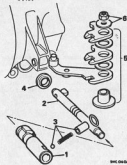

Abb. F.19
38. Winkelhebel, Unterscheiben und Nulase abheben, Abb. F.19. Lage und Markierungen der Hebel beachten, um korrekten Wiedereinbau zu gewährleisten.
39. Verschlussrolle und Schaltwelle aus dem Gehäuse nehmen, Abb. F.19.
55. Nulase und Winkelhebel (in korrekter Reihenfolge) auf den Drehposten setzen und die selbstspannende Mutter anziehen, Abb. F.19.